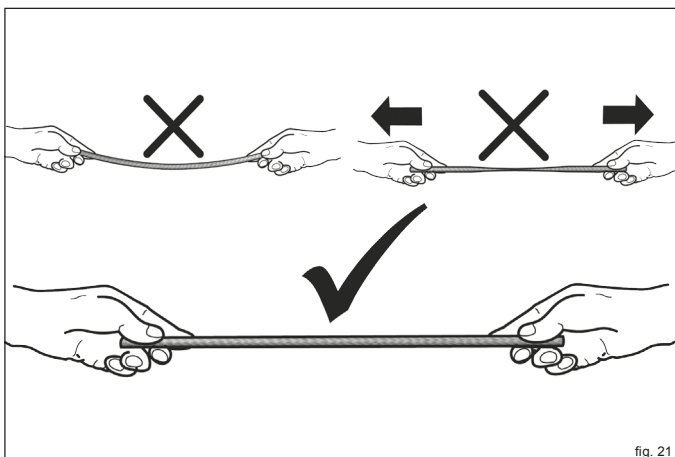

fig. 21
- ▶ Mentre si posa la guarnizione assicurarsi che non penzoli, né sia pressata leggermente (fig. 21).